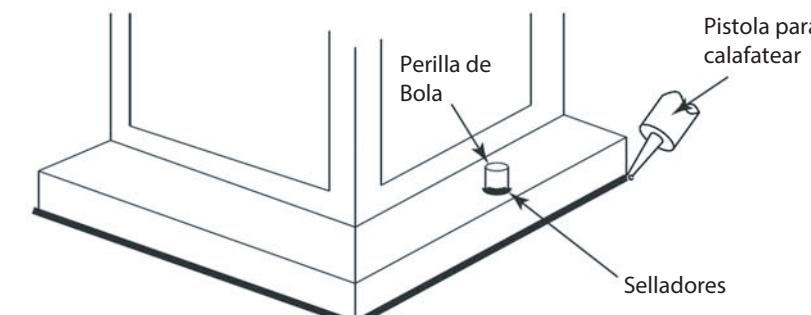

Figura 2
- Conecte el cable de alimentación positiva (A) (normalmente negro el lado no marcado suave del cable de dos conductores) de plomo accesorio positivo (B) con un giro de tamaño appropiately conector – **Véase la Figura 2 y 3.**
- Conecte el cable de alimentación negativa (C) (por lo general de color blanco o el lado marcado estriado del cable de dos conductores) de plomo accesorio negativo (D).
Loop alambre de tierra (E) (generalmente de cobre o verde recubierto de plástico) debajo de la cabeza del tornillo de tierra (S) en la brida de montaje accesorio (M) y conectar con el extremo suelto del cable de tierra luminaria directamente al cable de tierra del sistema de construcción con un tamaño adecuado twist-connectores – **Véase la Figura 2.**
Después asegurar fijo en su lugar, se re-comienda que la distancia entre la parte superior y la base de montaje del acceso-rio se sellará con cualquier buen masilla impermeable de calidad o sellador de silicona (no incluido). También se recomienda que una pequeña capa de madilla o sellador de ser sometidos a los mandos de bolas utilizadas para montar accesorio – Véase la Figura 2.